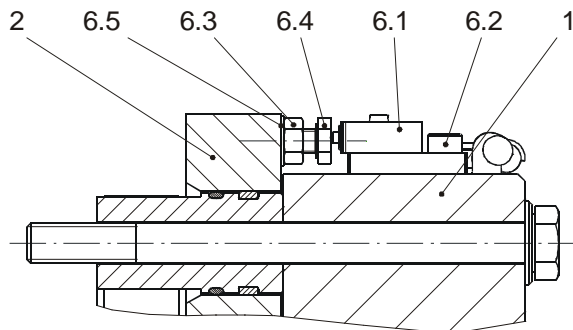

Bild 9
Lüftüberwachung (6) Bild 9 (typenabhängige Option)
Werkseitige Einstellung und Funktionsprüfung der Mikroschalter (6.1), siehe Bild 9